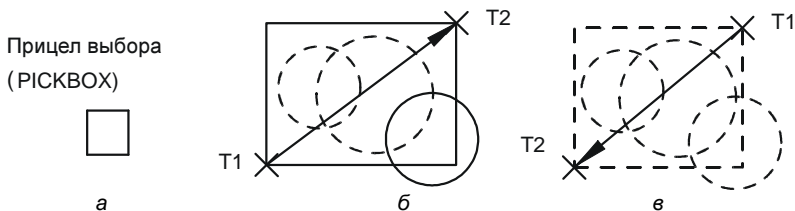

Рис. 15. Способы выбора объектов
- Указание первого и второго углов прямоугольника: две точки, определяющие диагональ прямоугольника (рис.15, а).
- *Chamfer* Ф (Фаска) - задает величину первой и второй фаски, срезающей угол прямоугольника (рис.15, б).
- *Fillet* С (Сопряжение) - задает радиус сопряжения сторон (рис.15, в).
Перед тем как приступить к редактированию, необходимо создать набор, включающий в себя редактируемые объекты. Это может быть как один объект, так и их сочетание. При вызове команды редактирования следует запрос о выборе объектов (*Select objects*), при этом перекрестье курсора заменяется на прицел выбора (*Pickbox*) (рис. 15, а). Объекты можно выбирать явным указанием, т.е., поместив прицел выбора на нужный объект, нажать кнопку выбора устройства указания и повторять несколько раз, пока все интересующие объекты не будут выбраны. Этот способ удобен, если требуется выбрать один или небольшое количество объектов. Если же на запрос выбрать объекты поместить прицел на свободной области чертежа и нажать кнопку выбора устройства указания, то автоматически подгружается опция выбора с помощью Рамки (*Window*) и Секущей рамки (секрамки). Рамкой называется прямоугольник, задаваемый указанием двух противоположных углов слева направо, выбранными окажутся объекты полностью расположенные внутри рамки (рис. 15,б); если же перемещать устройства указания справа налево, выбраны будут объекты, попавшие в рамку полностью и пересеченные ею (рис. 15, в). Выбранные объекты подсвечиваются, т.е. изображаются прерывистой линией. Также предусмотрены другие способы